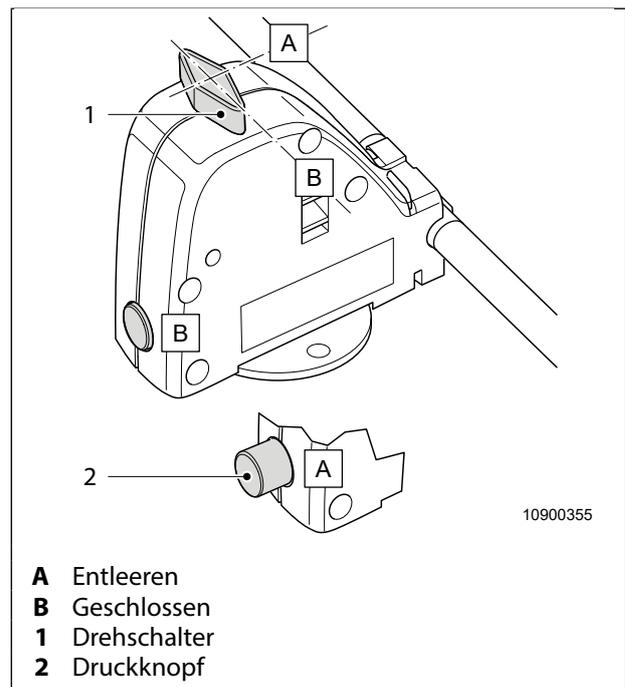

Abb. 61 Truma FrostControl Warmwasserboiler
3. Drehschalter (Abb. 61, Pos. 1) aus der Stellung B „Geschlossen“ um 90°, bis zum Einrasten in Stellung A „Entleeren“ drehen. Der Druckknopf (Abb. 61, Pos. 2) springt heraus.
1. Drehschalter (Abb. 61, Pos. 1) aus der Stellung A „Entleeren“ um 90°, bis zum Einrasten in Stellung B „Geschlossen“ drehen.
2. Druckknopf (Abb. 61, Pos. 2) hineindrücken.